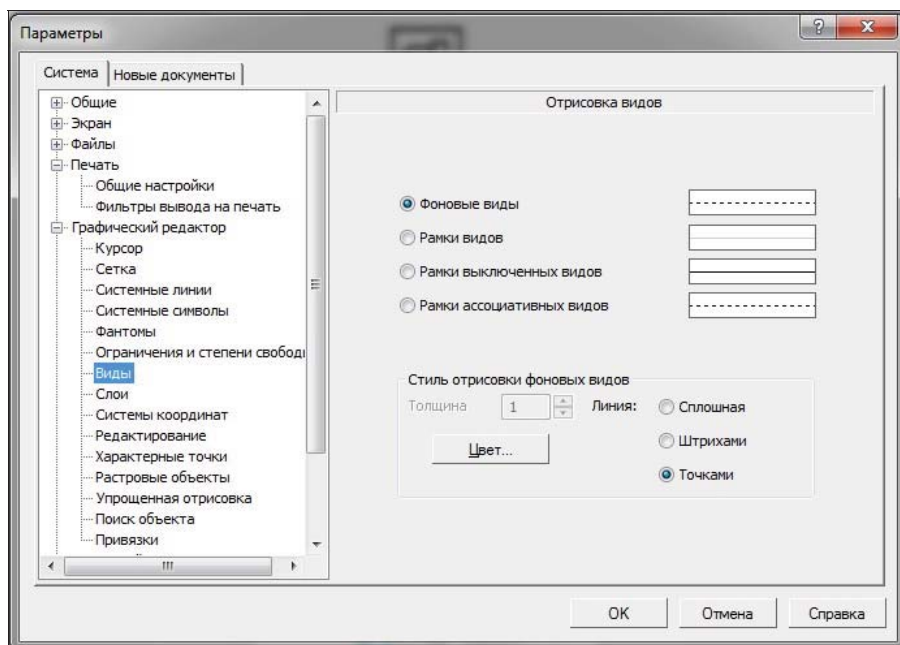

Рис. 17.8. Диалоговое окно **Параметры** с открытой панелью **Отрисовка видов**
- ◆ щелкните ЛК мыши по пункту **Виды** — в правой части появилась панель **Отрисовка видов** (рис. 17.8).